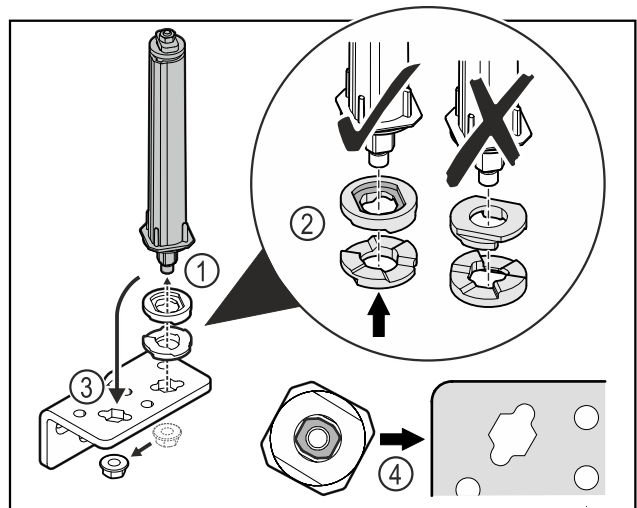

Fig. 30
- ▶ Lironi dadon dhe hiqni sistemin e mbylljes së derës Fig. 30 (1).
- ▶ Bëni kujdes për orientimin e saktë të rondelave të rregullimit të lartësisë Fig. 30 (2).
- ▶ Ktheni sistemin e mbylljes së derës në profilin e menteshës në anën tjetër dhe shtrëngojeni atë me dado Fig. 30 (3).
- ▶ Gjatë vendosjes, bëni kujdes për orientimin e saktë të sistemit të mbylljes së derës Fig. 30 (4).